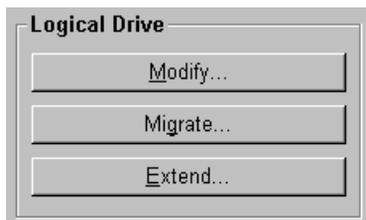
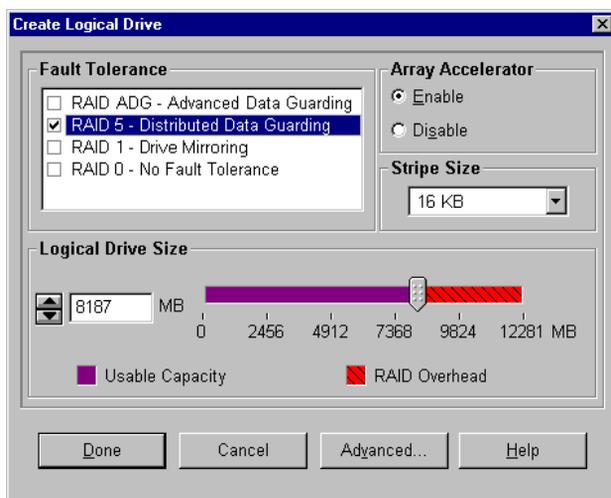

Figure 7-8 : Zone Logical Drive (Unité logique)
Figure 7-11 : Écran Create Logical Drive (Créer une unité logique)
Pour afficher cet écran, cliquez sur **Modify** (Modifier) dans la zone **Logical Drive** (Unité logique) (figure 7-8) de l'écran de configuration principal. Cet écran ressemble à l'écran **Create Logical Drive** (Créer une unité logique) (figure 7-11) et vous permet de modifier en ligne les paramètres d'une unité logique existante, sans provoquer de pertes de données.
Pour afficher cet écran, cliquez sur **Migrate** (Migrer) dans la zone **Logical Drive** (Unité logique) (figure 7-8) de l'écran de configuration principal. Cela permet de modifier la largeur de stripe (taille de bloc) ou le niveau RAID d'une unité logique existante tout en restant en ligne, sans perte de données.
Pour afficher cet écran, cliquez sur **Extend** (Étendre) dans la zone **Logical Drive** (Unité logique) (figure 7-8) de l'écran de configuration principal). Cet écran permet d'augmenter la capacité d'une unité logique tout en restant en ligne et sans interruption de données.
3. Dans l'écran **Create Logical Drive** (Créer unité logique) (figure 7-11), sélectionnez **RAID 5**.